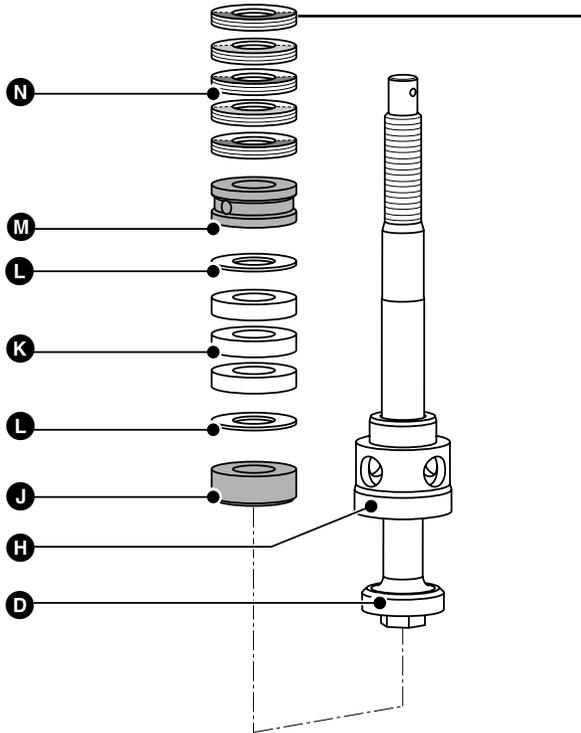
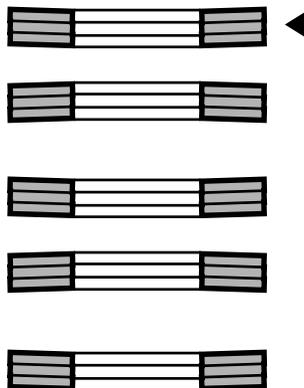

Fig. 5
Fig. 6
16. Mettre les pièces intérieures du presse-étoupe dans l'ordre. **Fig. 5, Fig. 6**
19. Mettre les pièces intérieures du presse-étoupe dans l'ordre. **Fig. 5, Fig. 6**